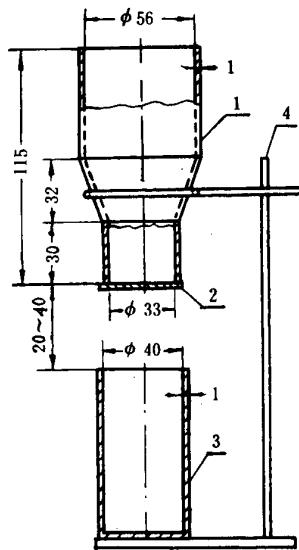
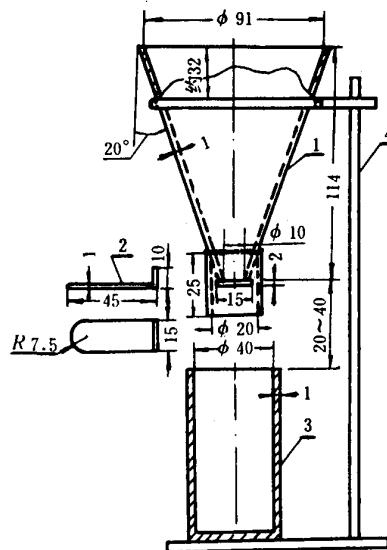

图 1 表观密度测量装置
图 2 表观密度测量装置
(1) 天平：感量0.1克；
(2) 漏斗：金属制成，内部光滑，形状和尺寸见图1（在测试粉料时也可用图2漏斗）；
(3) 测量圆筒：金属制成，内部光滑，容积为 100 ± 0.5 厘米³，内径为40毫米（见图1）；
(4) 量筒或量杯：150~200毫升；
(5) 刮料板：直尺；
(6) 挡料板：塑料板、木板、金属板均可。